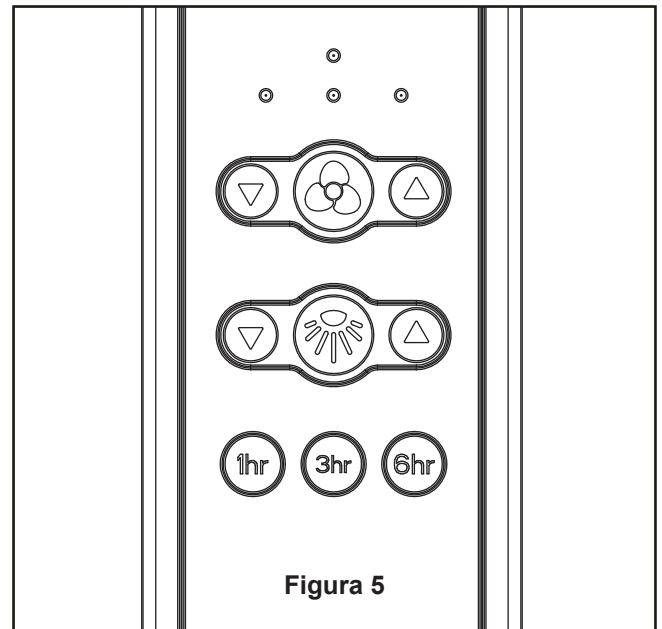

Figura 5
4. Una vez realizadas las conexiones, los cables deben ser colocados de forma extendida poniendo el conductor de la toma de tierra y el conductor de toma de tierra del equipo a un lado de la caja, colocando el conductor sin toma de tierra en el otro lado de la caja, luego gire los conductores hacia arriba y, con cuidado, colóquelos dentro de la caja de salida; con los conductores blancos y verdes hacia un lado y los conductores negros hacia el otro. (Figura 5)
5. Funciones del control remoto: (Figura 5)